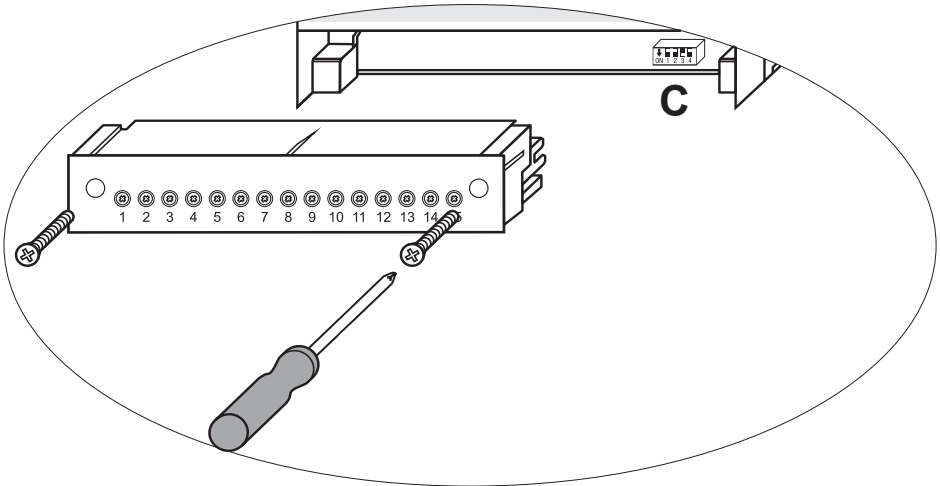

Fig. 12
- Onderste klemmenstrook: Schroef de linker en rechter bevestigingsschroeven los. Fig. 12